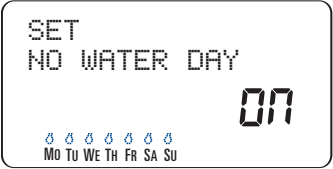

Figura 19:
2. Premere il tasto **NEXT** (Avanti) fino a quando il giorno della settimana desiderato lampeggia, quindi premere il tasto **CLEAR**. [Vedere la Figura 19]